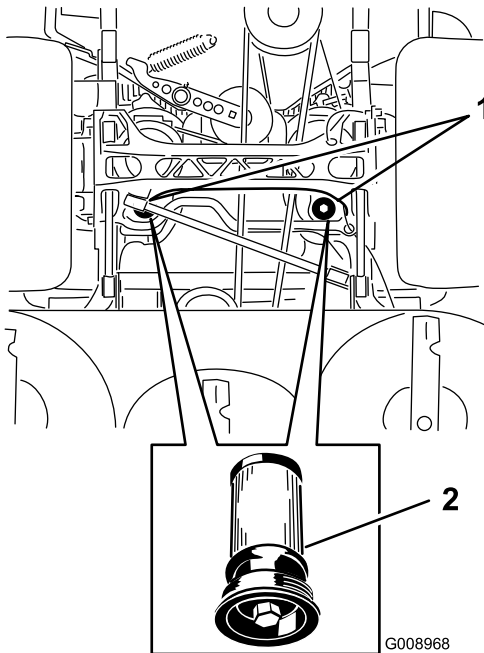

Bild 83
6. Ölen Sie die Gummidichtung am Ersatzfilter leicht mit Hydrauliköl ein (Bild 83).
5. Stellen Sie eine Auffangwanne unter den Filter, nehmen Sie den alten Filter heraus und reinigen Sie die Oberfläche (Bild 83).